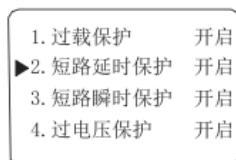
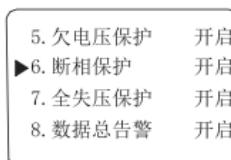
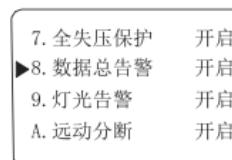

图 13
图 14
图 15
- 3) 【移位】：查询参数时做向上用，设置及密码输入状态时做数字移位使用。进入菜单后，按下【递增】、【菜单】键，进入功能设置状态，如图13，图14图15所示，可设置过压保护，欠压保护，断相保护，全失压保护，过载保护，短路延时保护，不平衡保护，缺零保护等功能。确定该选项后，按【移位】、【递增】可以实现该功能的开启、告警或关闭。在轮显或跳闸